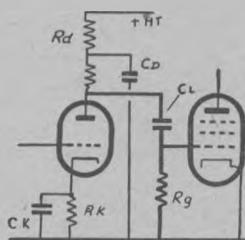

Fig. 9. — Ronflement par liaison à résistance-capacité. A blinder : trait épais.
- Enlevons-la et déconnectons la capacité de liaison C_x (fig. 9).
- Ses découplages sont insuffisants (vérifier C_R et C_D (fig. 9) et augmenter leur valeur au besoin, ainsi que celle de R_d).